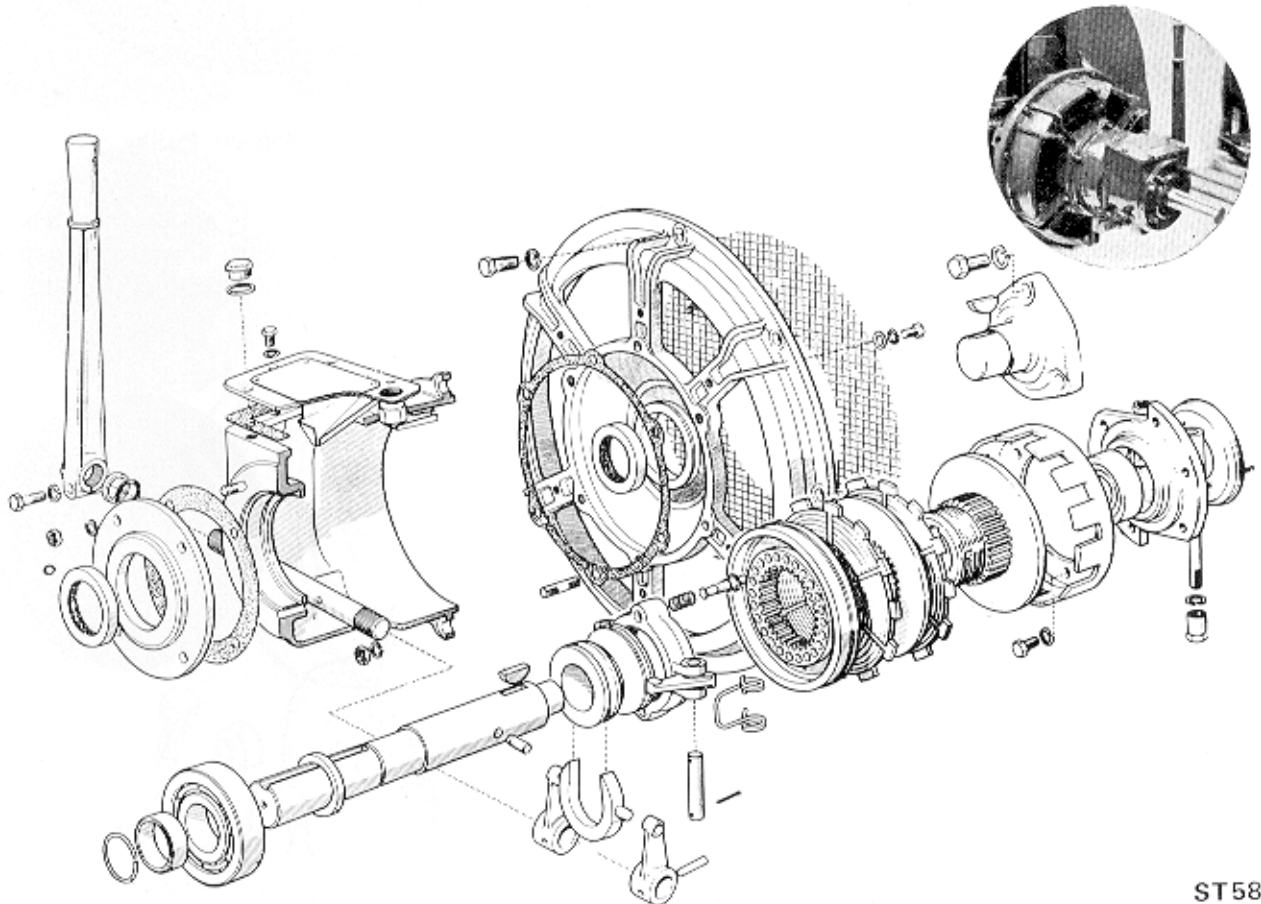

Fig. 88. Lister Clutch
**DIRECT DRIVE CLUTCH (Fig. 88)**